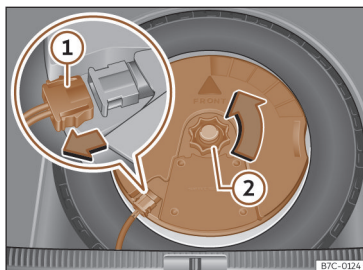

Fig. 210 Dans le coffre à bagages : démonter le subwoofer.
- Déconnectez le câble du haut-parleur subwoofer >>> **fig. 210 ①**.
- Dévissez la molette de fixation en la tournant dans le sens inverse des aiguilles d'une montre >>> **fig. 210 ②**.